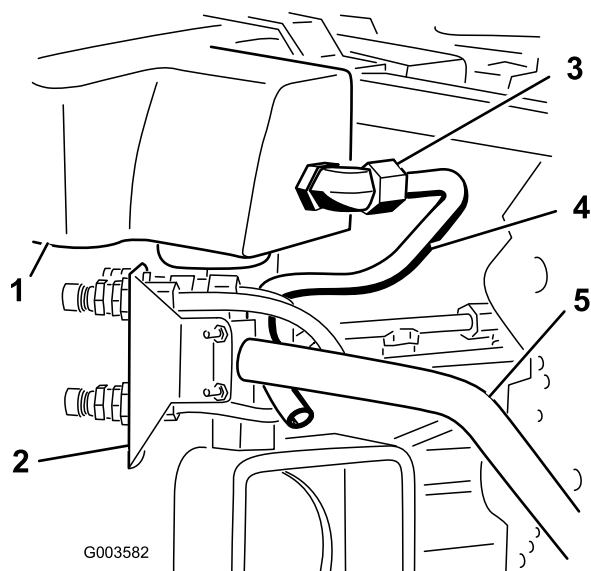
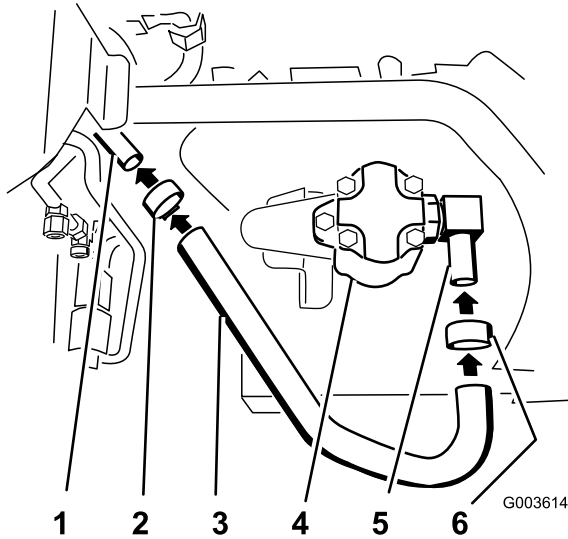
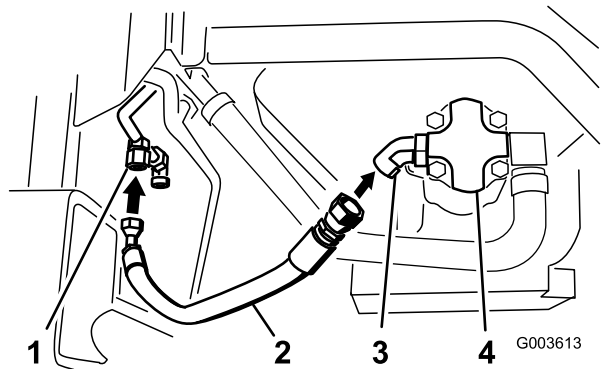
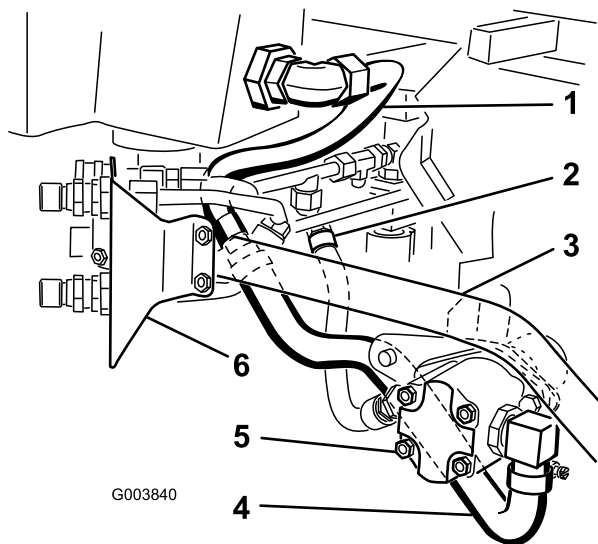

Bild 25
Bild 26
Bild 29
Bild 30
4. Positionieren Sie die Hydraulikleitung Nummer 3 in der Maschine, siehe Bild 25.
5. Befestigen Sie die Hydraulikleitung Nummer 3 am großen 90-Grad-Anschlussstück, das am Sieb und Hydraulikbehälter befestigt ist (Bild 25 und Bild 30).
2. Befestigen Sie den großen Hydraulikschlauch am 90-Grad-Anschlussstück, das seitlich an der Hydraulikpumpe befestigt ist (Bild 26 und Bild 30).
3. Ziehen Sie eine Schlauchklemme um den Schlauch und das 90-Grad-Anschlussstück fest (Bild 26).
4. Schließen Sie den großen Hydraulikschlauch an der Hydraulikleitung Nummer 3 an (Bild 26).
5. Ziehen Sie die Schlauchklemme um den Schlauch und die Hydraulikleitung Nummer 3 fest (Bild 26).
8. Befestigen Sie den Hydraulikschlauch mit den Armaturen am 45-Grad-Anschlussstück, das an der Hydraulikpumpe befestigt ist (Bild 29 und Bild 30). Er wird unter dem Hydraulikzylinder sein.
9. Ermitteln Sie mit Bild 30 die richtigen Positionen der Schläuche und der Hydraulikleitungen zur Hydraulikpumpe.